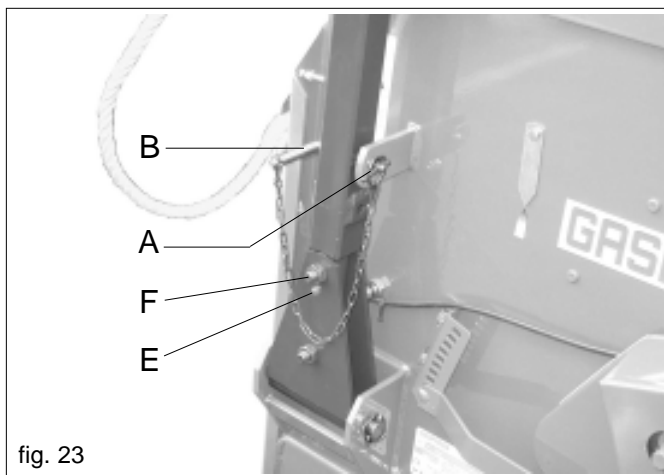
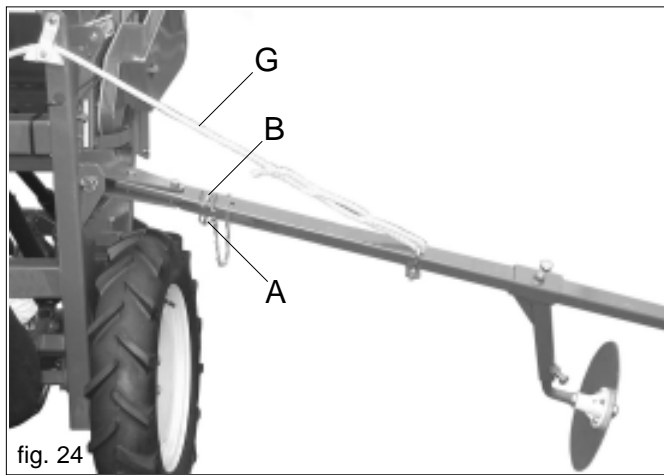

fig. 23
fig. 24
- 1) Desganchar el pasador (A) y sacar el pestillo (B) (Fig. 23).
Regule la longitud de los cables para que queden tensos durante el trabajo (G Fig. 24). Durante el transporte bloquear en posición vertical los brazos marcadores de hileras mediante la clavija (A, B Fig. 23).